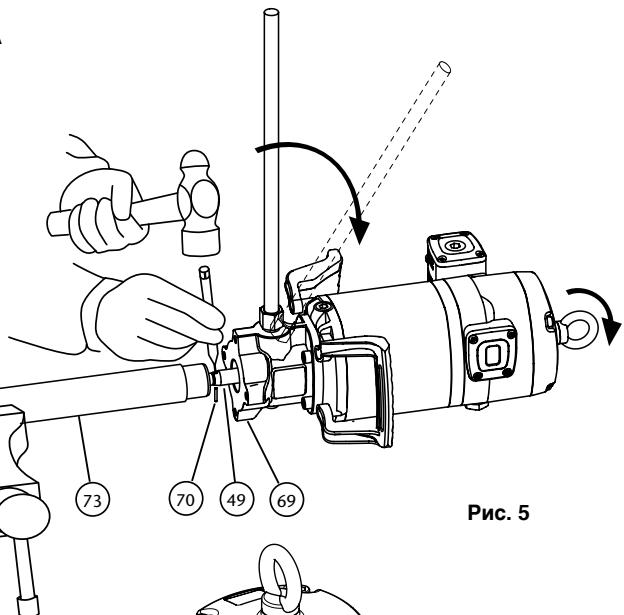

Рис. 5
- Закрепить насос в тисках в горизонтальном положении (рис. 5). Аккуратно постучать молотком по верхней трубе (73), расположенной рядом с корпусом (69), для того, чтобы сломать закрепитель резьбы.
- Отвинтить гайку (94) и снять прокладку (93).
- После отсоединения извлечь двигатель, пока не станет видимой эластичная шпилька (70) в штоке (49). С помощью молотка и подходящего пробойника выбить шпильку (70). После этого мотор можно снять.